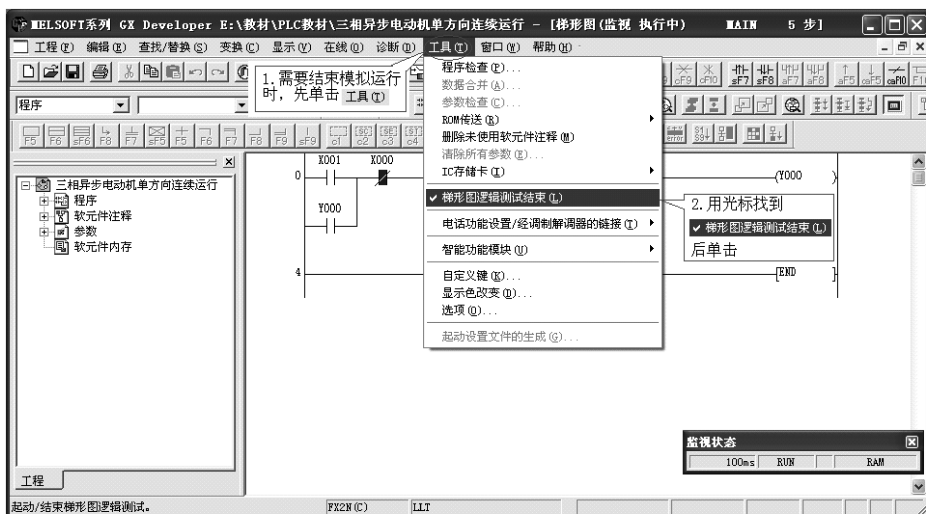

图 2-54 结束梯形图逻辑测试仿真操作画面
4) 梯形图逻辑测试仿真操作完毕, 需要结束模拟仿真运行时, 可按照如图 2-54 所示操作提示结束测试。